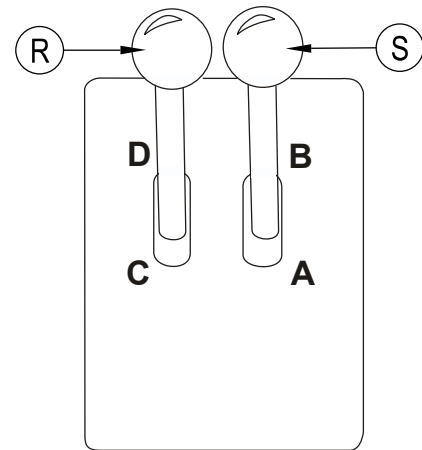

ABBILDUNG 9
Um den Seitenbesen anzuheben und zu stoppen, den Hebel in die mit dem „UP“-Pfeil markierte Sperrnut drücken. Um den Seitenbesen abzusenken, den Hebel nach oben links schieben (weg von der Verriegelungskerbe). Den Hebel bis zum „DOWN“-Pfeil herunterdrücken. Der Besen beginnt beim Absenken automatisch zu rotieren. Zum Aktivieren der Seitenbesen den Hubvorrichtungs-/Seitenbesen-Hebel nach vorn in die Stellung „ON“ bewegen (s. Abb. 9).
SCHMUTZBEHÄLTER-HUBVORRICHTUNG/SEITENBESEN-HEBEL (s. Abb. 9)
STEUERUNGSHEBEL ZUM ENTLEREEN/RÜCKHOLEN DES SCHMUTZBEHÄLTERS (s. Abb. 9)
Die Hubvorrichtung für den linken Seitenbesen (V) befindet sich auf der linken Seite des Instrumentenfelds. Um den Seitenbesen anzuheben und zu stoppen, den Hebel in die mit dem „UP“-Pfeil markierte Verriegelungskerbe drücken. Um den Seitenbesen abzusenken, den Hebel nach oben rechts schieben (weg von der Verriegelungskerbe). Den Hebel bis zum „DOWN“-Pfeil herunterdrücken. Zum Aktivieren der Seitenbesen den Hubvorrichtungs-/Seitenbesen-Hebel (R) **ABBILDUNG 9** nach vorn in die Stellung „ON“ bewegen.